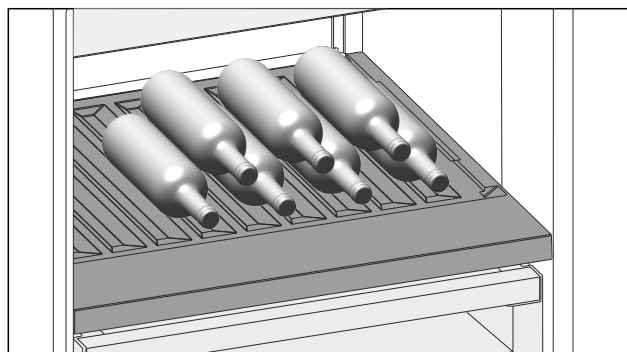

Fig. 148 Eksempelfremstilling
- Legg inn flaskene med bunnen bakover mot bakveggen. (se Fig. 148)